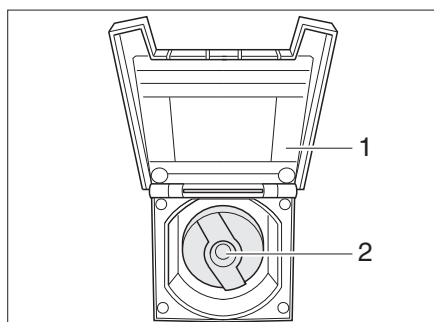

Fig. 144 Couvercle de fermeture pour bec de remplissage d'eau potable
- Ouvrir le couvercle (Fig. 144,1) vers le bec de remplissage d'eau potable.
- Insérer la clé dans le barillet (Fig. 144,2) et la tourner d'un quart de tour dans le sens inverse des aiguilles d'une montre.
- Ouvrir le bec de remplissage d'eau potable (Fig. 144).